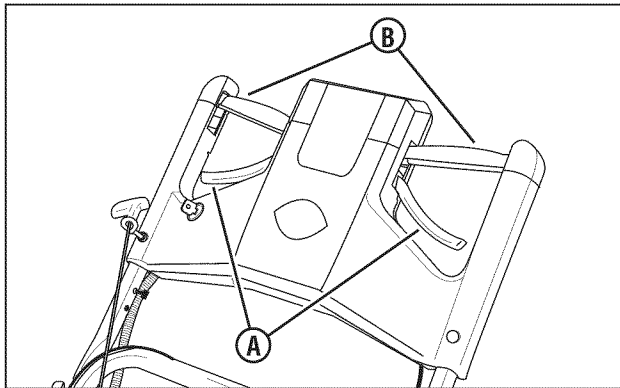

Figura 4: Controles del cortacésped
2. Revise el control de la cuchilla (**A, Figura 4**) y el control de transmisión (**B**) para asegurarse de que funcionan sin ningún tipo de obstrucción.